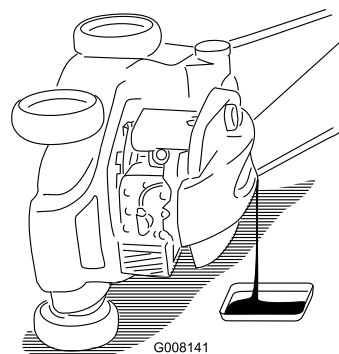

Bild 29
5. Kippen Sie den Rasenmäher nach **links** (Luftfilter nach oben), um das Altöl über den Öleinfüllstutzen abzulassen (Bild 29).